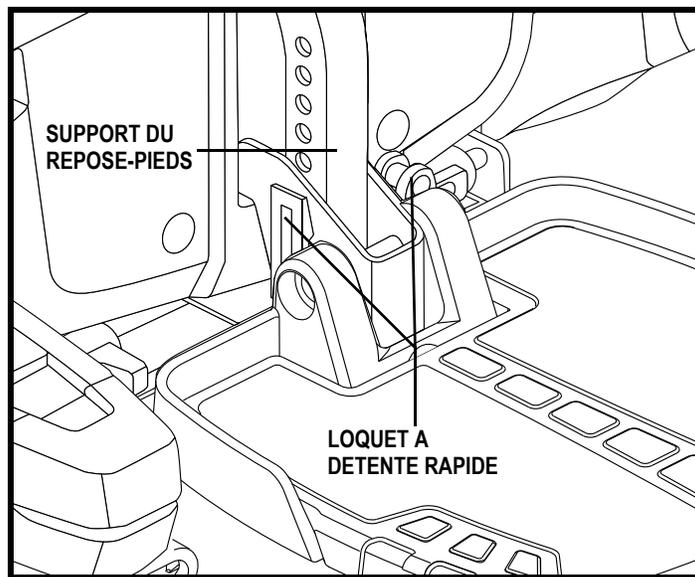
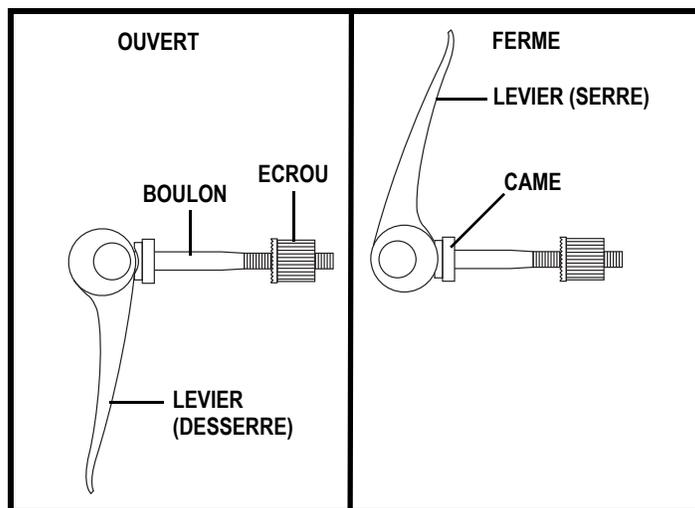

Figure 21. Ajustement de repose-pieds
Figure 22. Loquet à détente rapide
1. Détendez et retirez les loquets à détente rapide du support du repose-pieds. **Voir la figure 21.**
1. Appuyez sur le bouton pression du loquet pour le retirer de la fixation. **Voir la figure 21.**
**Loquets à détente rapide:** Le repose-pieds est fixé à la base motorisée à l'aide de deux loquets à détente rapide. **Voir la figure 21.** Chaque loquet est composé d'un levier à came, d'un boulon et d'un écrou. **Voir la figure 22.** La came à l'extrémité du levier lui permet de s'ouvrir ou de se refermer en place. Quand le loquet est ouvert, il peut se desserrer ou se resserrer. Lorsque le levier est ouvert, le loquet est desserré. Tandis que lorsqu'il est fermé, il est serré.